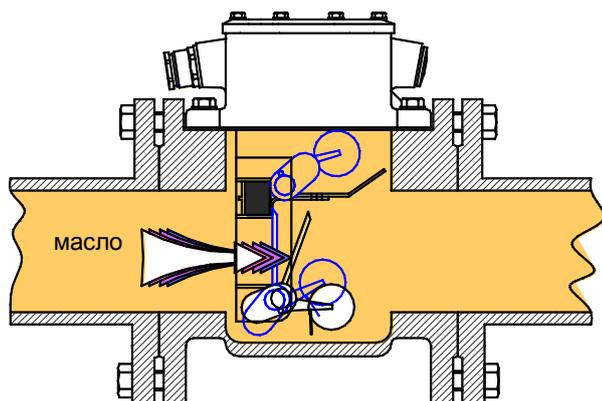

Рис. 9 - Ускоренный поток изоляционной жидкости
3.3 Ускоренный поток изоляционной жидкости (Рис. 9)